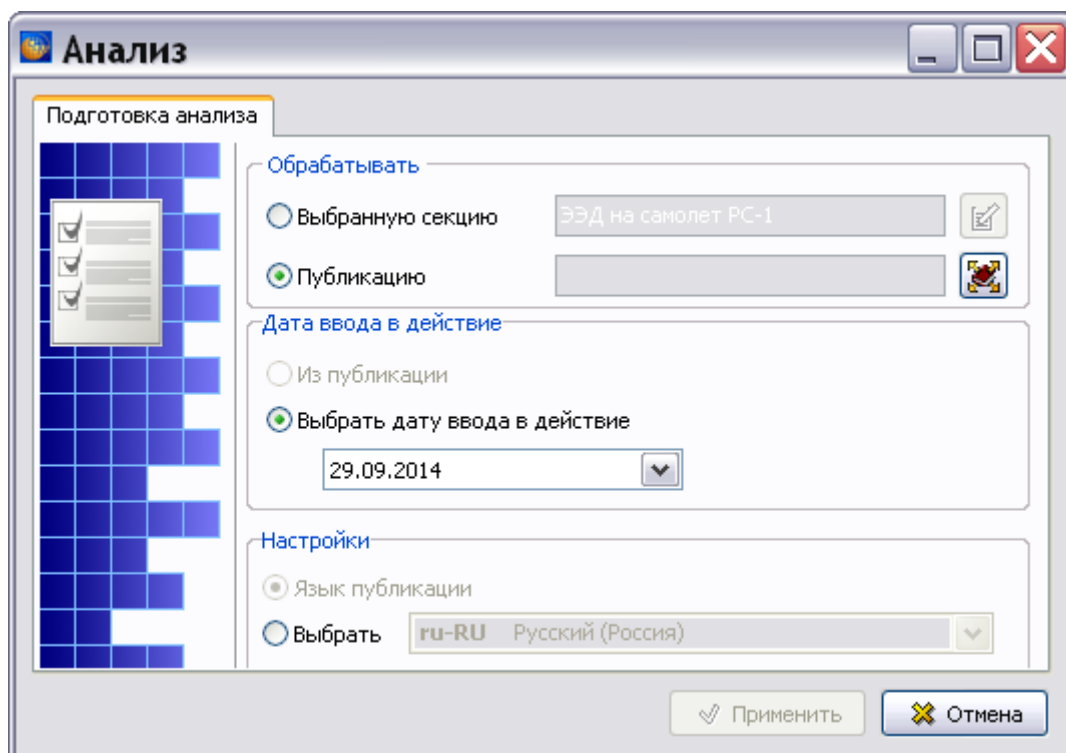

Рис. 21.71
1. На вкладке **Подготовка анализа** выберите опцию **Публикацию** (Рис. 21.71).